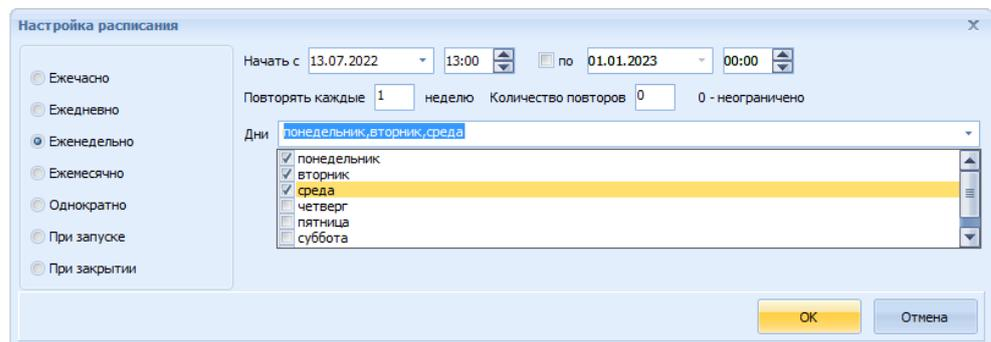

Рисунок 9.13 – Окно Настройка расписания «Еженедельно»
– Ежедневно (рисунок 9.13). Будет выполняться в указанные дни недели, начиная с указанной начальной даты в указанное время. В приведенном примере найдется ближайший понедельник, вторник или среда, начиная с 13.07.2022 и сценарий будет выполняться в эти и последующие указанные дни недели в 13:00. Можно также указать сколько раз будет выполняться сценарий или указать конечную дату, после которой такая логика больше не выполнится.